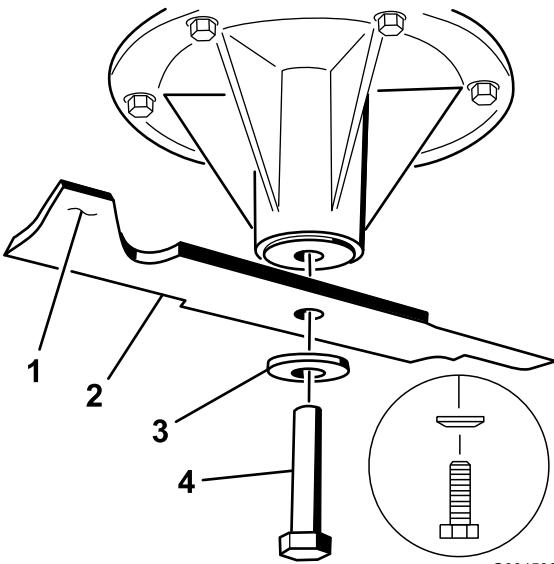

図 81
1. スピンドル・シャフトにブレードを取り付ける(図 81)。
2. スプリングディスクとブレードボルトを取り付けるスプリングディスクは、円錐部をボルトの頭に向けて取り付ける(図 81)。各ブレードボルトを85~110ft.-lb (115~150Nm = 11.8~15.2kg.m) にトルク締めする。